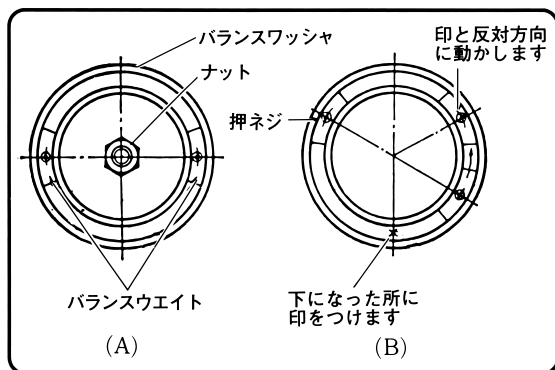

図 7
バランスワッシャ(図7)にあるバランスウエイトを移動して調整を行います。
2. まず図7(A)のようにバランスウエイトを対称の位置において締付けます。
3. そこで図7(B)のように、バランスウエイトを動かして締付けます。前記操作をくり返し行い、トイシが静止した時、印をつけた位置が一定しなくなったら、バランスがとれたこととなります。